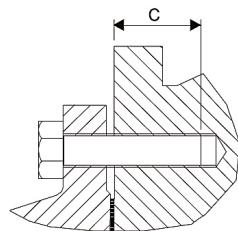

Abb. 7 | Einschraublänæ
- Schrauben nach ISO 4014 (siehe Abb. 7 und Tabelle 3)